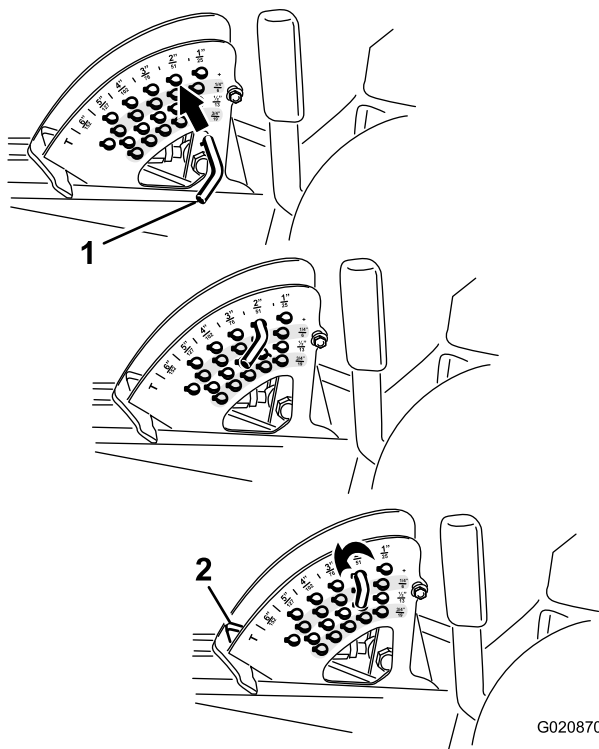

図 27
2. ストップピンについているロールピンを回してピンと刈高設定穴のスロットとが整列したところでピンを抜き取る 図 27。
3. 刈高ブラケットについている穴から、希望する刈高に対応する穴を見つけ、その穴にピンを通し、ピンを回してロックする 図 27。
注 穴は全部で4列あります 図 27。外周側の列は、外周部に刻印されている通りの刈高の穴です。2列目の穴は、それぞれ1列目プラス6 mmの刈り高となります。3列目の穴は、それぞれ1列目プラス12 mmの刈り高となります。一番下の列の穴は、それぞれ3列目プラス18 mmの刈り高となります。刈高158mmだけは例外で、2列目のはずれにあります。この穴にセットすると刈高152 mmとなります6 mm アップにはなりません。